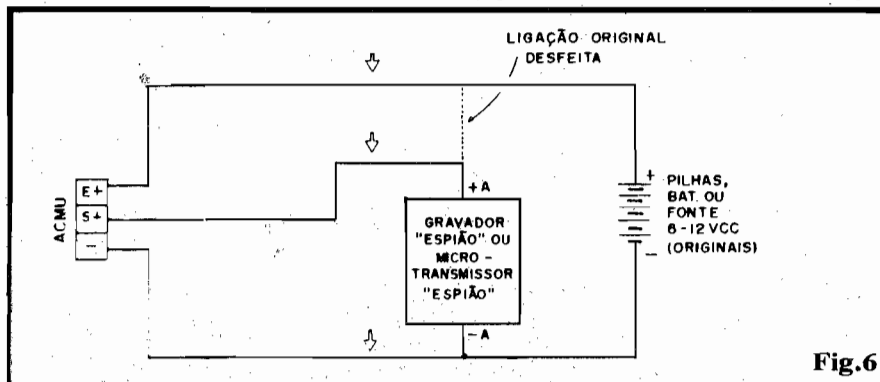

Fig.6
- FIG. 6 - OUTRAS POSSIBILIDADES APLICATIVAS - Conforme sugerimos lá no começo da presente matéria, um dos pontos mais interessantes de utilização da ACMU envolve o controle automático de dispositivos que, por qualquer razão, só devam funcionar na "presença" de vozes próximas... Gravadores, transmissores, etc., são um campo fértil para tais possibilidades... O diagrama indica - num exemplo bastante elucidativo - como um "micro-transmissor" ou um pequeno gravador, destinados à "espionagem", poderão ser acionados "só se houver o quê transmitir ou o quê gravar"! Se a alimentação